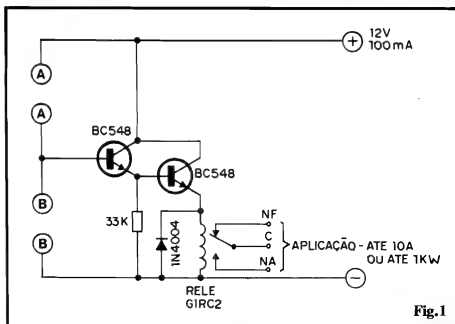

Fig.1
- FIG. 1 - DIAGRAMA ESQUEMÁTICO DO CIRCUITO - Dois transistores "manjadíssimos", de baixo custo (BC548), estão, no núcleo do circuito, arranjados em amplificador CC de super-ganho (Darlington) com a polarização principal de base obtida na junção dos "espaços" A-A e B-B... Esses dois espaços, na realização prática, serão "preenchidos" por um resistor (fixo ou ajustável) e por um capacitor... Dependendo unicamente dos valores desses dois componentes, e de qual "espaço" cada um deles ocupar, temos toda uma amplitude de possibilidades, reversíveis e ajustáveis (ou fixas...), conforme veremos com detalhes, mais adiante... Um resistor de
fere-se às localizações dos componentes RC da rede determinadora da Temporização (rever figuras 1 e 2...). Observar com muita atenção as "possibilidades" A e B para cada resistor fixo, trim-pot ou capacitor... Não esquecer que capacitores eletrolíticos ou de tão alto são também polarizados, devendo sua colocação na placa obedecer às indicações claras a respeito... Na próxima figura, são dados mais detalhes sobre as quatro possibilidades ou "combinações" RC básicas, para se obter os diversos comportamentos já sugeridos e relacionados, em forma de diagrama, nas figs. 1 e 2... Em qualquer caso, terminadas as soldagens dos terminais dos componentes, uma boa e rigorosa conferência deve ser feita, buscando (e, obviamente, corrigindo...) erros, inversões, soldagens mal feitas, essas coisas... Apenas após obtida a certeza de que tudo está absolutamente certo, é que as "sobras" de